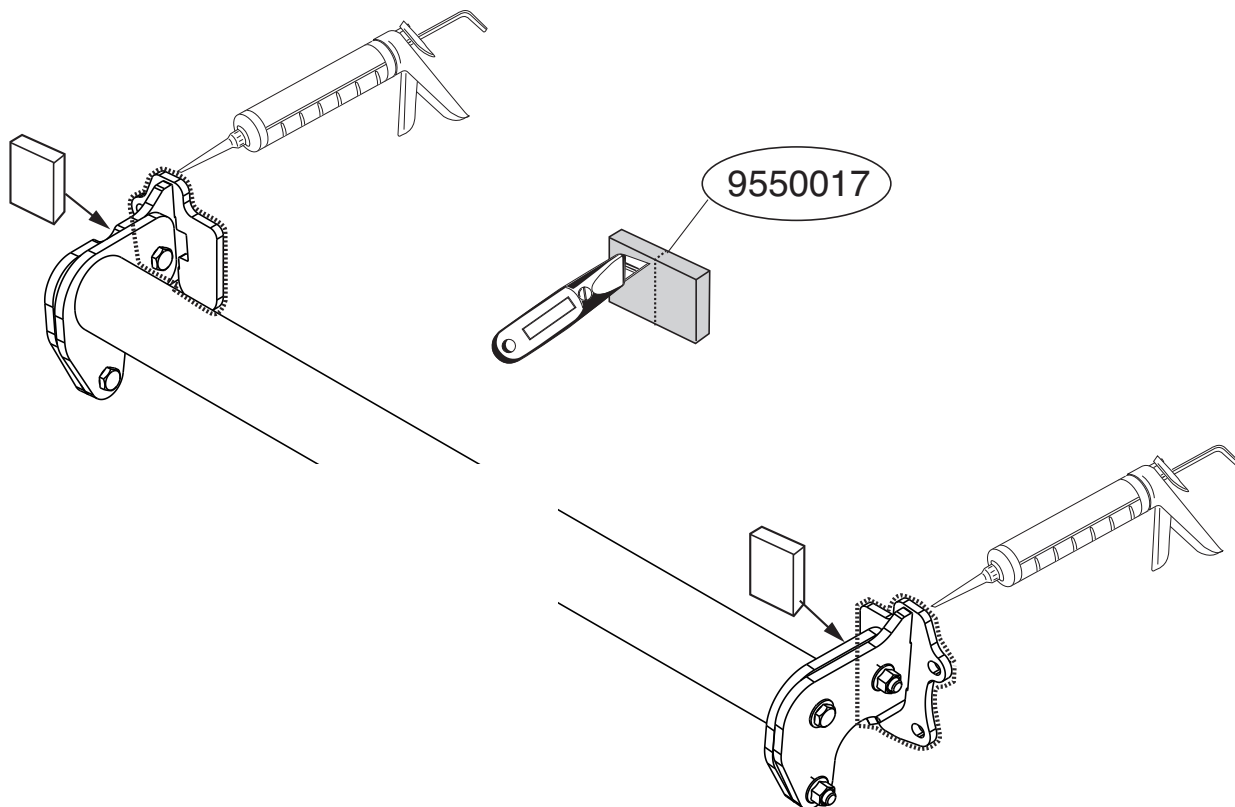

Fig. 3
See figure 3.
11. Die ein PE-Schaumblock als Dichtung in den Fahrgestellträger einsetzen. Siehe Abbildung 3.
tage dans les longerons de châssis. Voir la figure 3.